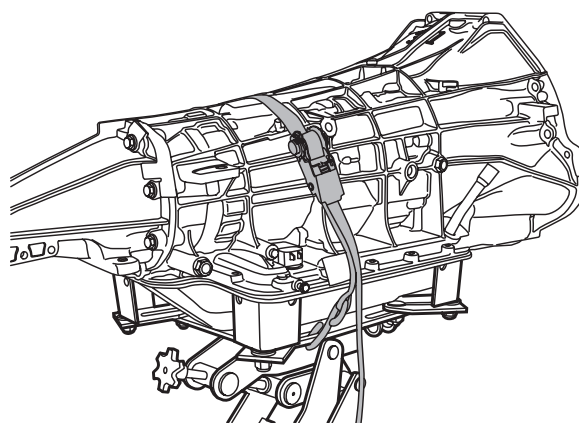

Figure 2
4. Utilisez la sangle à cliquet pour sécuriser la transmission sur le cric de transmission comme indiqué dans la figure 2. Attachez les crochets à l'extrémité de la sangle à cliquet aux fentes incluses dans la plaque de montage, les trous supérieurs dans les adaptateurs de transmission ou autre emplacement adapté.